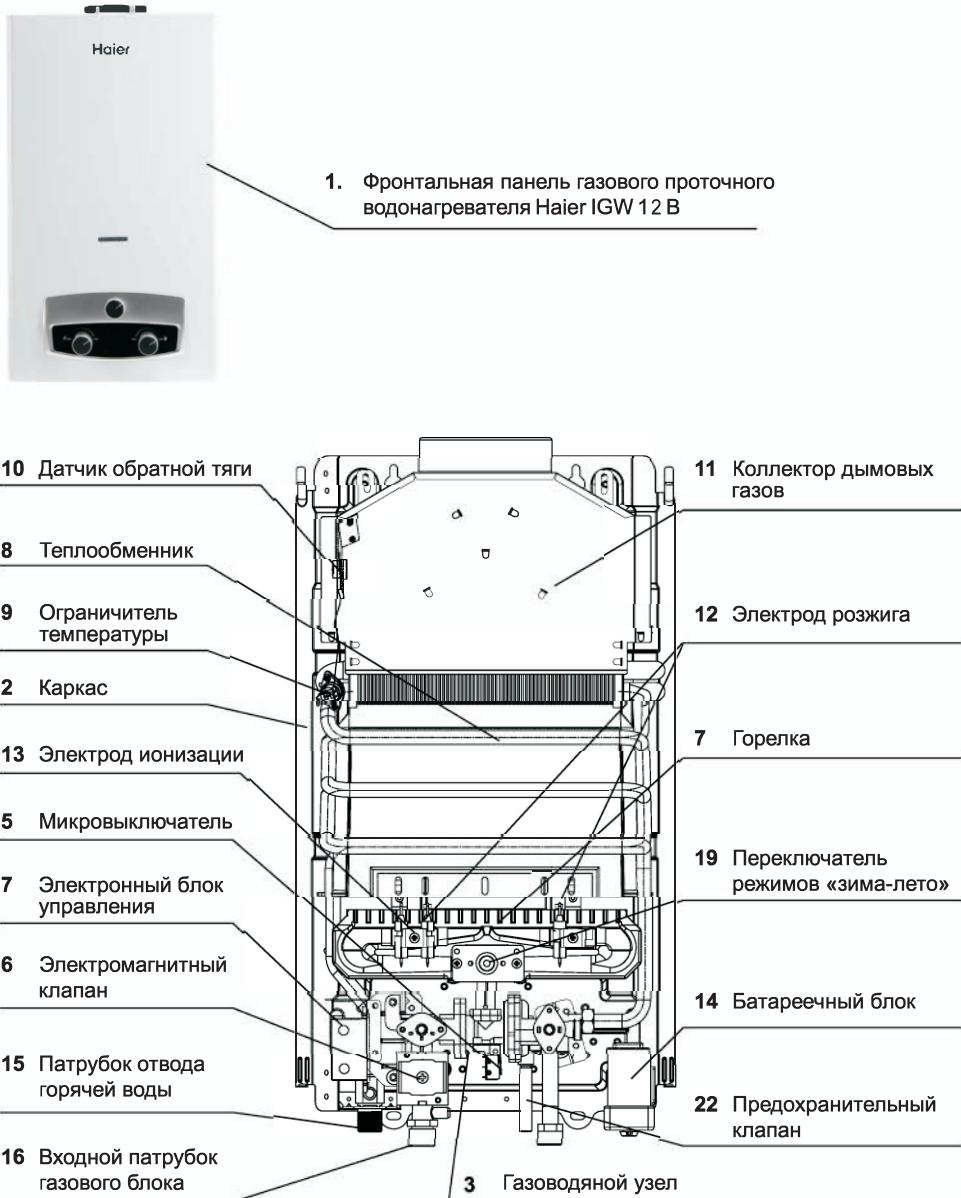

Рис. 1
Составные части изделия, поясняющие принцип устройства аппарата и требующие технического обслуживания во время эксплуатации, показаны на рис. 1.
**2.6.1** Газовый проточный водонагреватель настенного типа имеет прямоугольную форму, образуемую съемной облицовкой **1**, установленной на каркасе **2** (см. рис. 1).
**Газовая арматура** **3** (см. рис.1) предназначен для включения аппарата и обеспечения регулирования температуры воды и расхода газа. Узел состоит из двух регуляторов: водяного и газового.
Конструкция регулятора водяного обеспечивает доступ газа к основной горелке только при наличии протока воды, одновременно обеспечивая срабатывание электромагнитного клапана **6** (см. рис. 1).
- 3) открыть кран горячей воды. Во время протока воды должен произойти искровой разряд между электродами розжига 12 и горелкой 7 (см. рис.1).